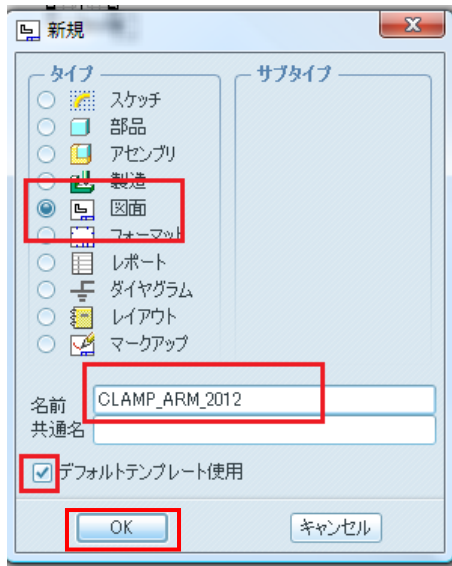

図 1 新規メニュー
2) ファイルメニューから新規図 1 を表示する。タイプに「図面」を選択してトグルにチェックを入れる。部品名を「2012\_CLAMP\_ARM」として OK ボタンをクリックする。